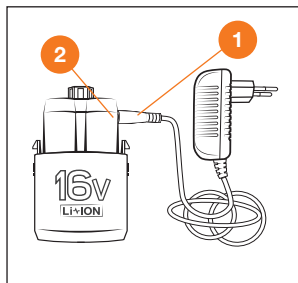

Рис. 12
- Для зарядки съемного аккумулятора вставьте штекер **1** зарядного устройства в разъем аккумуляторной батареи **2** (Рис. 12). Индикатор на зарядном устройстве загорится красным светом, и начнется процесс зарядки.